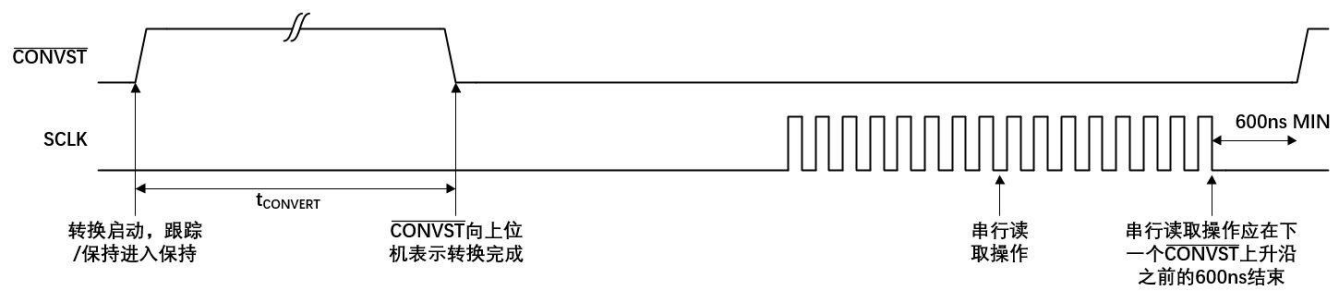

图 3 CONVST用作状态信号时序图
- (1) 在软件时序控制中确保读操作直到 $\overline{\text{CONVST}}$ 上升沿后6 μs 再开始进行，只有当软件知道何时发出 $\overline{\text{CONVST}}$ 命令时，这才有可能
- (2) 使用 $\overline{\text{CONVST}}$ 信号作为转换开始信号和中断信号。最简单的方法是为 $\overline{\text{CONVST}}$ 生成一个高低时间为6 μs 的方波信号(见图3)，转换在 $\overline{\text{CONVST}}$ 上升边缘开始， $\overline{\text{CONVST}}$ 的下降沿发生在6 μs 之后，可以作为一个活跃的低电平信号或下降沿触发的中断信号来告诉处理器从SC1421读取数据。如果读取操作在 $\overline{\text{CONVST}}$ 上升沿前600ns完成，也可以满足SC1421的数据读取时序。